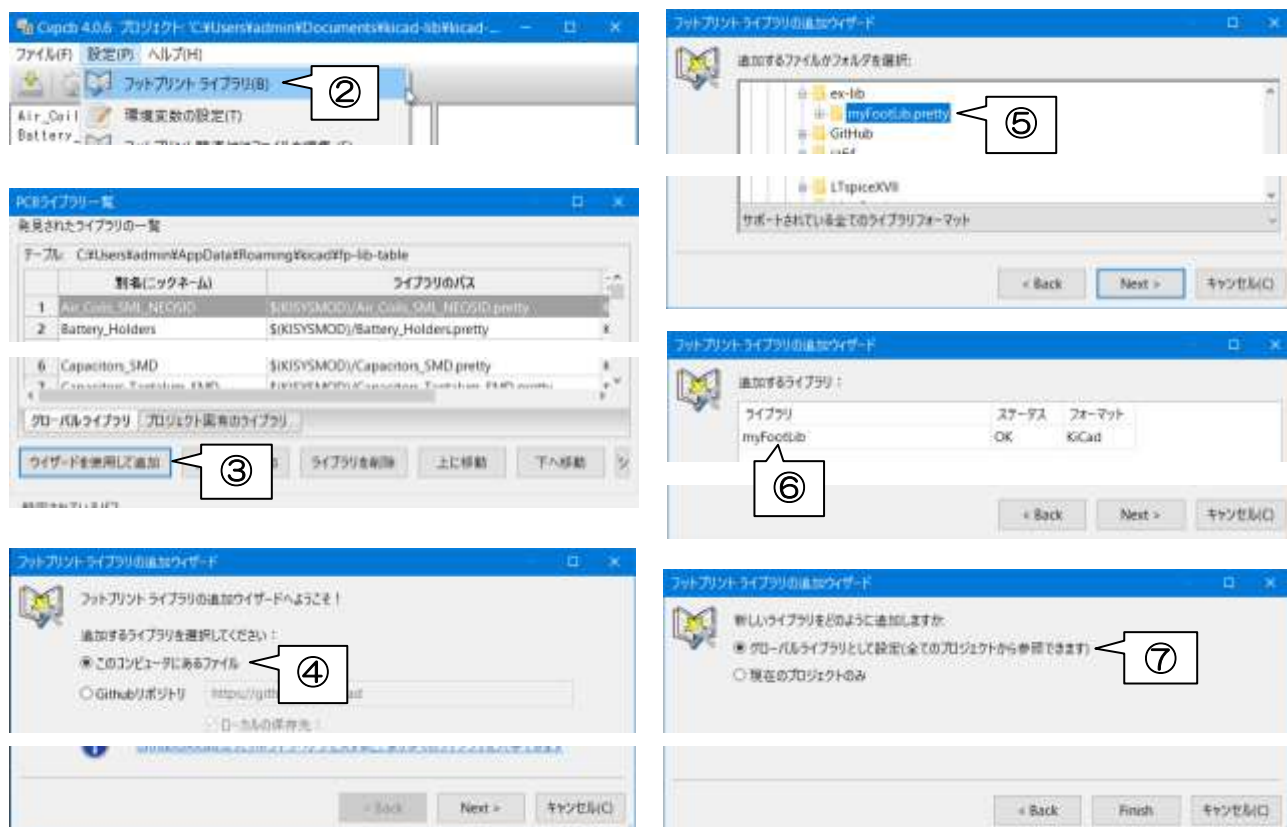

図 15-4
(4) フットプリント・ライブラリの組み込み（例：myFootLib の組み込み 図 15-4）
- ① 前述(c)のライブラリはプロジェクトまたはグローバル（システム）に組み込まなければ利用できません。組み込み方法は、次の②~⑦の操作で行います。
- ② フットプリント割付（11 ページ「8.フットプリント割付」）の Cypcb のメニューバー「設定」→「フットプリントライブラリ」と進みます。
- ③ [ウィザードを使用して追加]をクリックします。
- ④ 「このコンピュータにあるファイル」を選択して[Next]をクリックします。
- ⑤ myFootLib.pretty を選択して[Next]をクリックします。
- ⑥ myFootLib が表示されているのを確認して[Next]をクリックします。
- ⑦ 組み込み形態、グローバルプロジェクトを選択して[Finish]をクリックします。